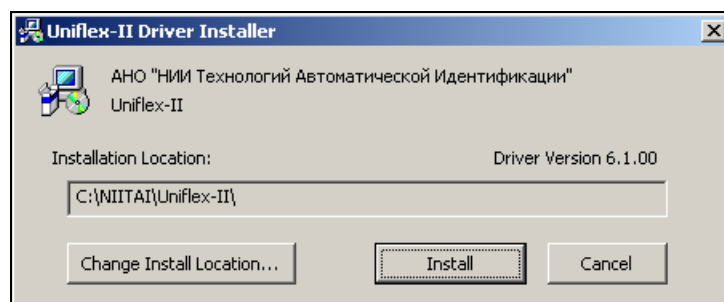

Рис. 2. Окно установщика
1. Запустите на исполнение файл `Uniflex-II.exe`. На экране откроется окно программы установки «**Uniflex-II Driver Installer**» (см. Рис. 2).